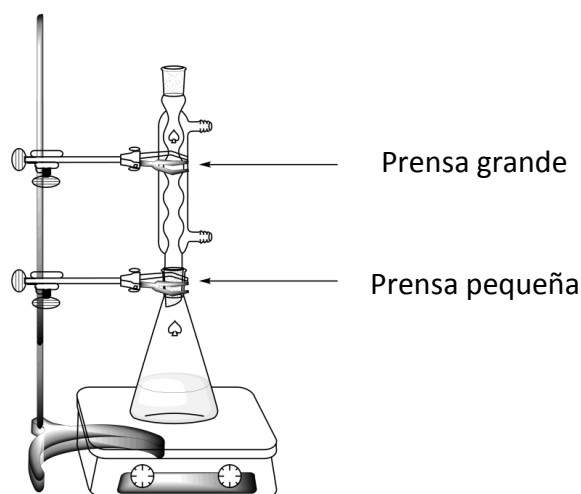

Figura 1. Esquema para calentar la mezcla de reacción con reflujo
- Acople** el condensador, en posición de reflujo, con el frasco Erlenmeyer como se muestra en la Figura 1 (aflojando y ajustando las pinzas grande y pequeña). Levante la tarjeta de **HELP**. Un asistente de laboratorio vendrá a abrir el agua y encender el calentador-agitador.
14. **Recristalice** el producto crudo contenido en el matraz Erlenmeyer de 50 mL con la cantidad apropiada de esta mezcla de agua / etanol, utilizando el mismo sistema empleado en el calentamiento por reflujo (Figura 1). Levante la tarjeta de **HELP**. Un asistente de laboratorio vendrá a abrir el agua y encender el calentador-agitador. **Añada** el disolvente por la parte superior del condensador, en caso de ser necesario.